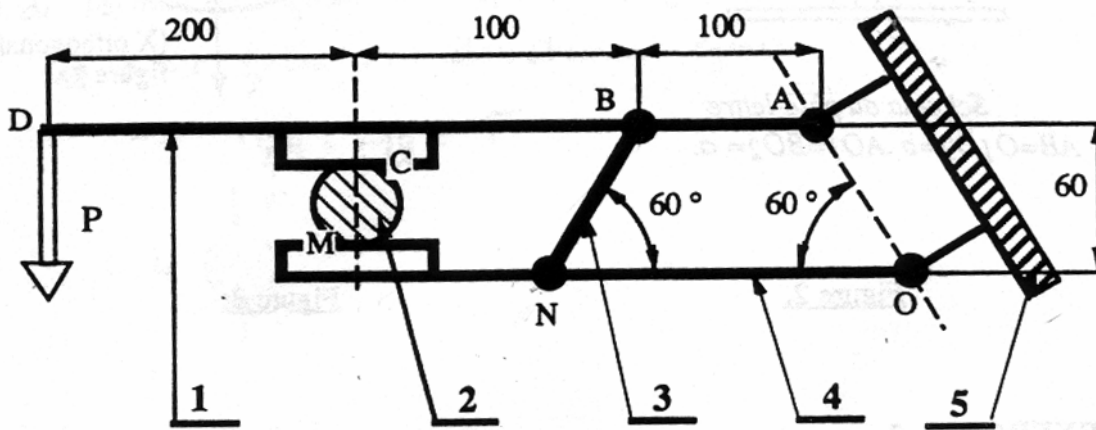

Figure 1.
La figure 1 représente une cisaille utilisée pour sectionner des fers ronds (2) dont la section apparaît sur le dessin. Le fer est placé entre deux lames solidaires chacune des leviers ABCD (1) et MNO (4). Ces leviers sont articulés sur le bâti 5 par leur extrémité A ou O. Une bielle BN (3) oblige les lames à se rapprocher l'une de l'autre quand on manœuvre le levier 1 sous l'action d'une force P. On suppose que le centre du fer reste constamment sur l'axe CM. On néglige les frottements et la pesanteur devant les autres efforts.